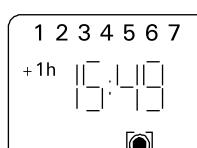

Рисунок 16.
- Следующее нажатие **блокирует режим включения**. Для обозначения данного режима на дисплее видны квадратные скобки. Режим исчезает следующими нажатиями кнопки. (Рис. 16)